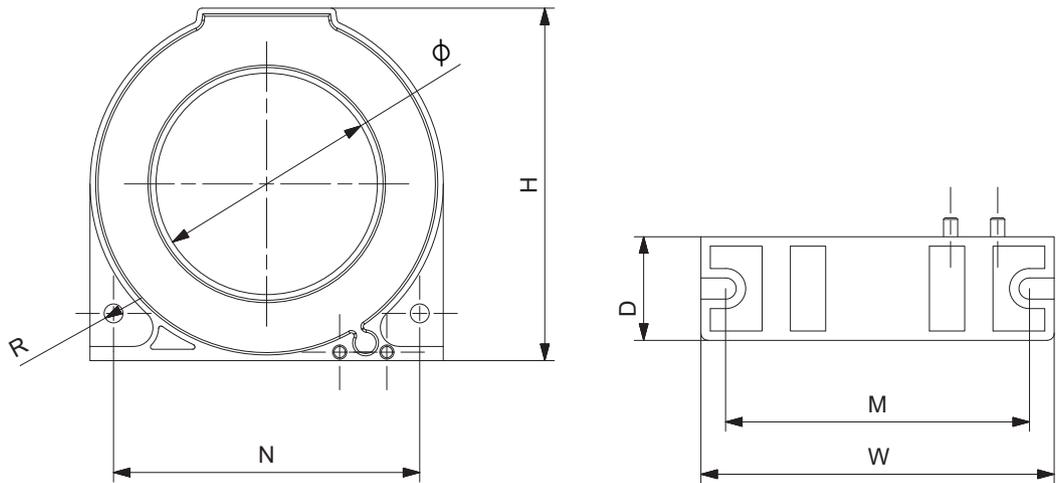

图 8 漏电流互感器外形尺寸
5.4.4 漏电流互感器外形尺寸如图 8、表 5 所示（单位：mm）：